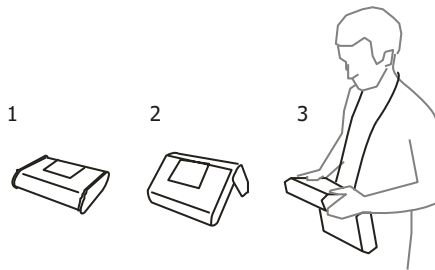

**Fig. 83. Reemplazo de la batería.**
- desenroscar 4 tornillos que sujetan el compartimiento para la batería (en la parte inferior de la carcasa), ver la Fig. 83,